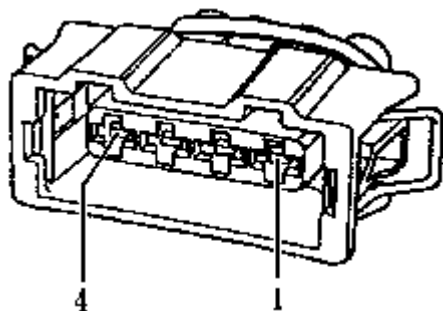

图 5-14 空气流量计插头
(1) 检查空气流量计的保险丝, 如果保险丝完好, 在发动机搭铁与插头的端子3之间串接二极管检测灯V.A.G1527(图5-14)。
(2) 让起动机短时起动(允许发动机起动短时运转), 二极管检测灯应亮。如检测灯没有亮, 则要检测线束中的插头的3号端子(图5-14)通过保险丝到燃油泵继电器的导线是